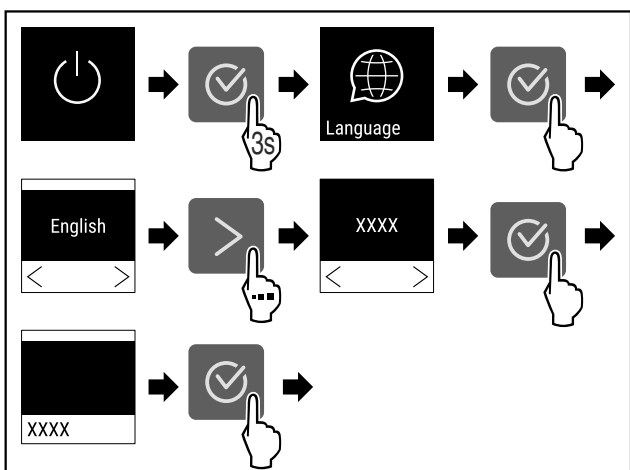

Fig. 52
► Végezze el a gyakorlati lépéseket (lásd Fig. 52).